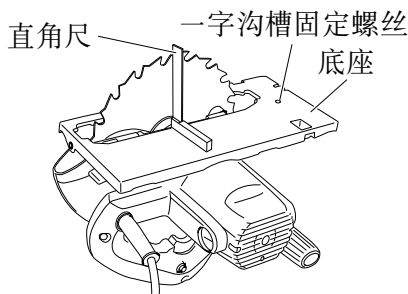

图 11
- (1) 将底座转向上方（图 11）并拧松蝶形螺栓（第 9 页的图 4）。
- (2) 将一把直角尺放在底座和锯片上，用槽头螺丝刀转动一字沟槽固定螺丝，移动底座的位置以形成所需的正确角度。